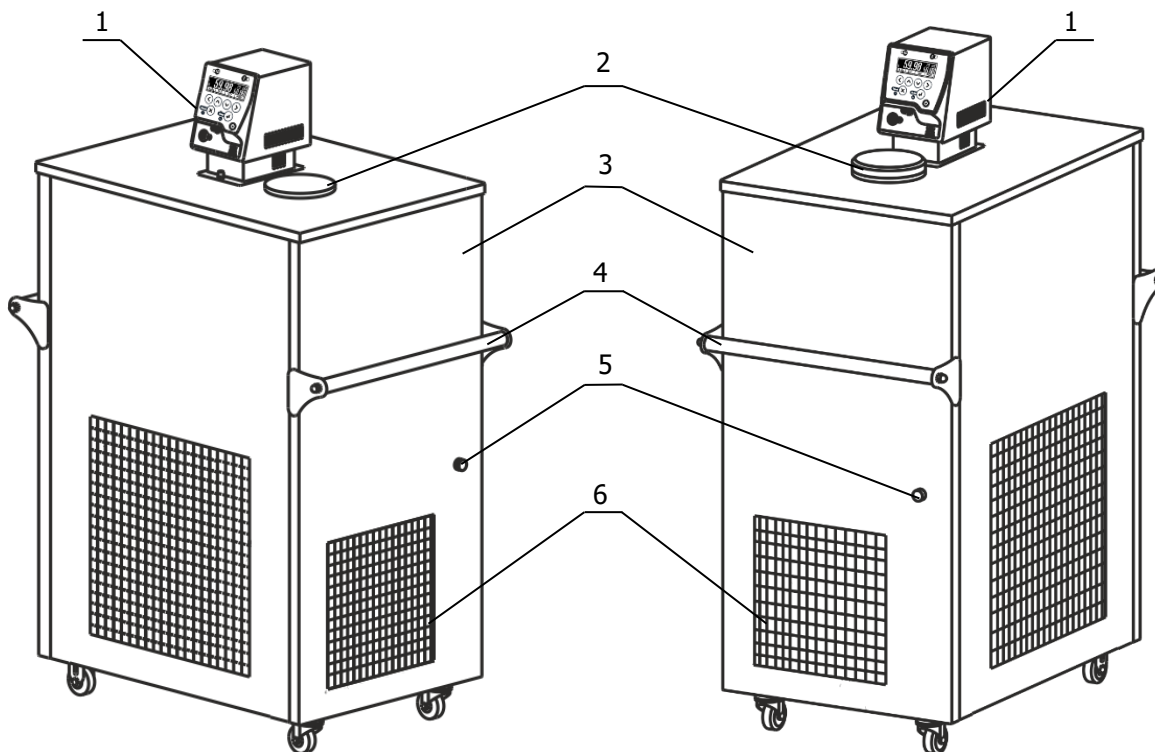

Рисунок 1 — Внешний вид термостатов: ТЕРМОТЕСТ-05 (слева) и ТЕРМОТЕСТ-05-1 (справа)
- использовать крышку 2 (рисунок 1), ограничивающую доступ воздуха к поверхности теплоносителя, при выходе на установленную температуру и в промежутках между операциями поверки;
2.4.1 Управление холодильной машиной (ХМ) и контроль ее параметров осуществляется электронным устройством, которое, в случае возникновения аварийной ситуации, отключает холодильную машину и, с помощью лампы "Авария" 5 (рисунок 1), сигнализирует код возникшей аварии.